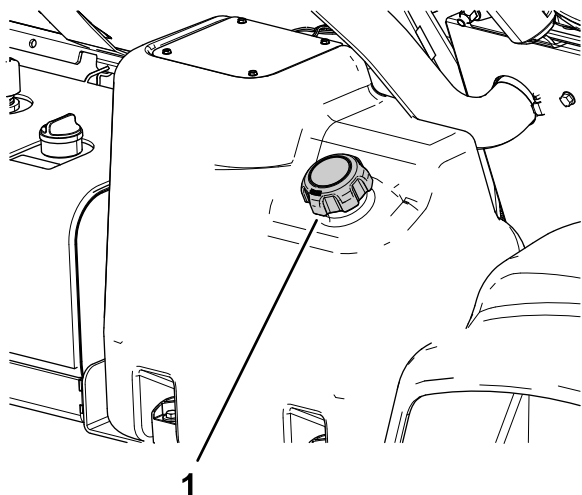

Figure 23
2. Nettoyez la surface autour du bouchon du réservoir de carburant (Figure 23).